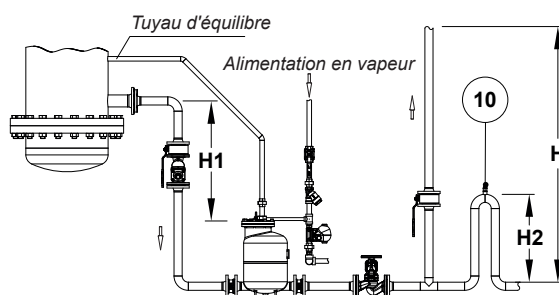

Fig. 3
Cette configuration convient aux unités fonctionnant avec une pression absolue minimale de 0,2 bar (Fig. 3). Pour un fonctionnement correct, la hauteur de remplissage (H1) doit être comprise entre 1 et 2 mètres. La hauteur de relevage (H) doit être aussi faible que possible, mais jamais inférieure à 1 mètre; dans le cas contraire, un siphon d'une hauteur (H2) est nécessaire. La vapeur doit être utilisée comme fluide moteur et sa pression maximale ne doit pas dépasser 3 bar.